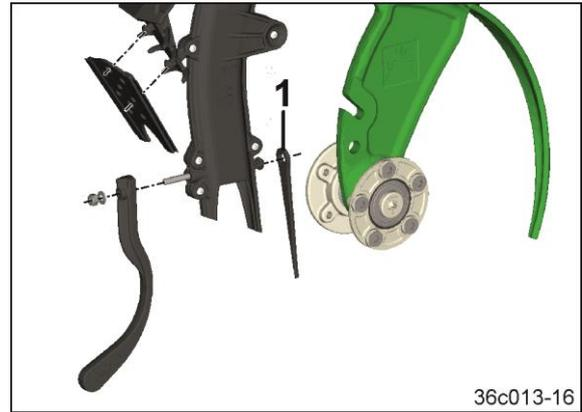

Fig. 497
Prüfen Sie die Pralllippe (Fig. 497/1) auf Verschleiß. Verschlissenen Pralllippen ersetzen.
2. Pralllippe (Fig. 497/1) abziehen und ersetzen.